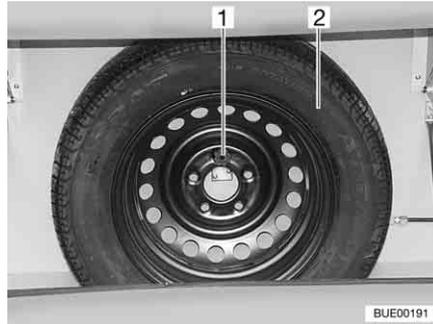

Bild 229 Ersatzrad-Halterung
Die Ersatzrad-Halterung ist im Gaskasten angebracht. Das Ersatzrad (Bild 229,2) ist gegen Aufpreis erhältlich.
- Schraube (Bild 229,1) lösen.
- Ersatzrad (Bild 229,2) entnehmen.